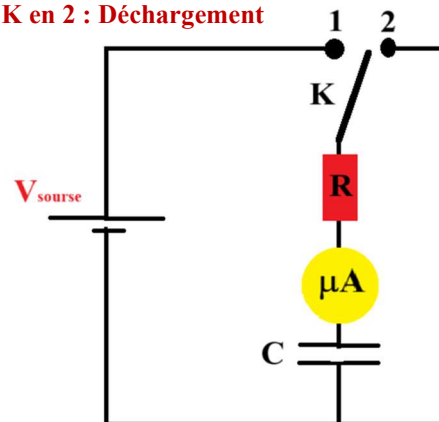

Figure 1. Circuit de chargement et déchargement d'un condensateur
Le condensateur agit comme un réservoir de charges, similaire aux piles. Lorsqu'on connecte un condensateur (C) à une source de courant continu, l'intensité (I) atteint un maximum avant de redescendre à zéro, ce qui indique que le condensateur est entièrement chargé. Le temps nécessaire pour le chargement dépend de la capacité du condensateur. Si l'on ajoute une résistance (R) dans ce circuit, le temps de chargement augmente avec la valeur de R . Pour étudier le processus de chargement et de déchargement d'un condensateur, nous allons réaliser le circuit présenté sur la Fig. 1.
1. Réaliser le circuit de la Fig. 1, prendre $R_I = \dots\dots\dots \Omega$